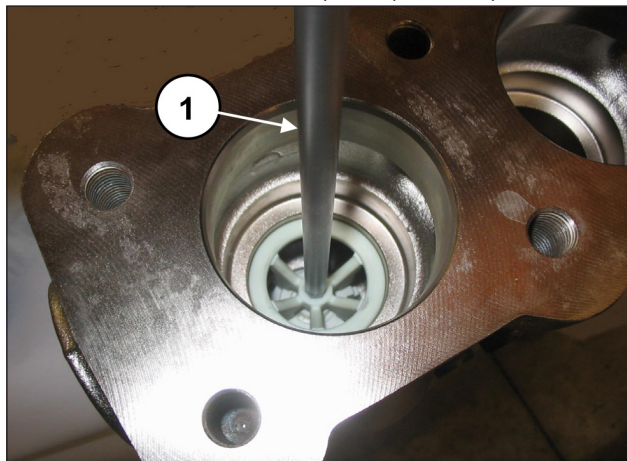

Abb. 111
Ziehen Sie das Distanzstück der Ventilführung durch einen 8 mm Sechskantschlüssel heraus (Pos. ①, Abb. 111).